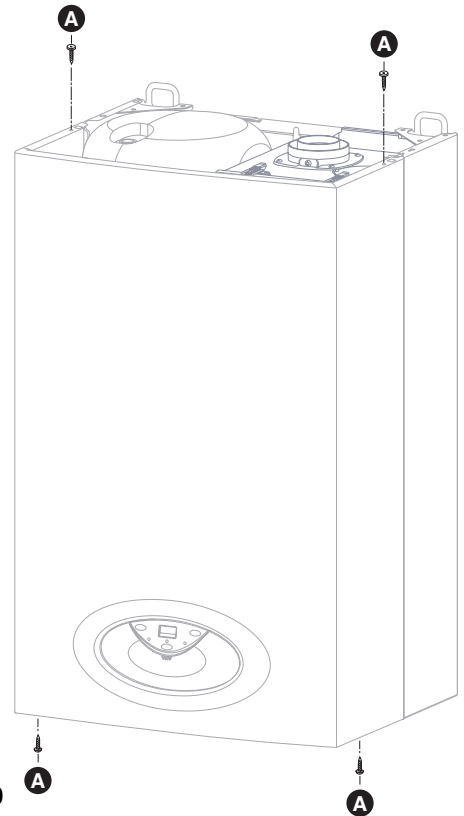

Fig. 10
- dévisser les 6 vis **A** de fixation de l'habillage (fig. 10)